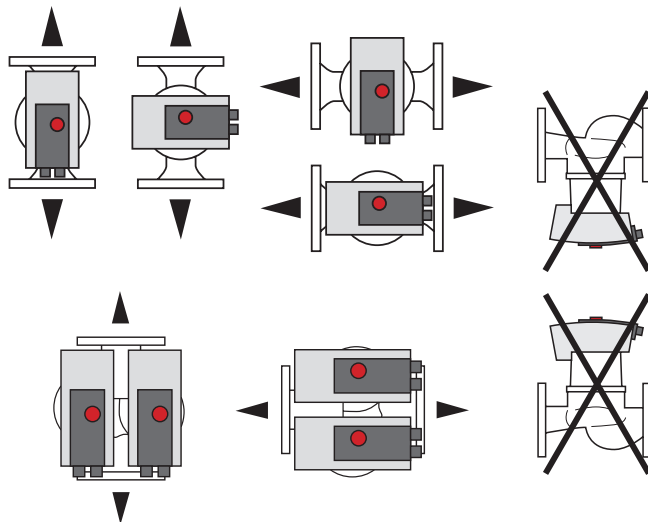

Fig. 4: Dozvoljeni položaji ugradnje
1. Proveriti dozvoljene položaje ugradnje → Fig. 4.